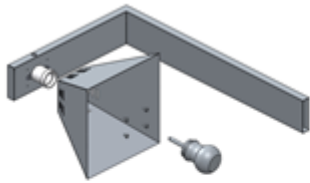

Fig.1
2. Fixez le couvercle de l'ampoule(s) sur son support à l'aide des vis cruciformes [Fig. 1].